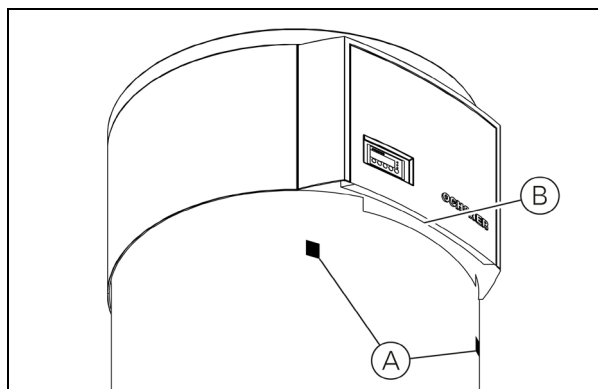

Figura 7: Punti di montaggio del pannello frontale
- Tirare e staccare il pannello frontale dai punti incollati con nastro adesivo (Figura 7, A).
- Premendo con i pollici, sganciare il giunto maschio-femmina (Figura 7, B).